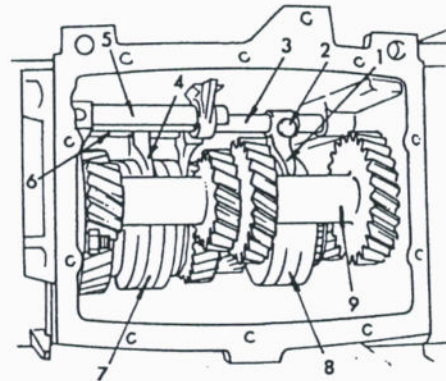

Bild 122
- Das zusammengebaute Getriebe ist in Bild 122 gezeigt.